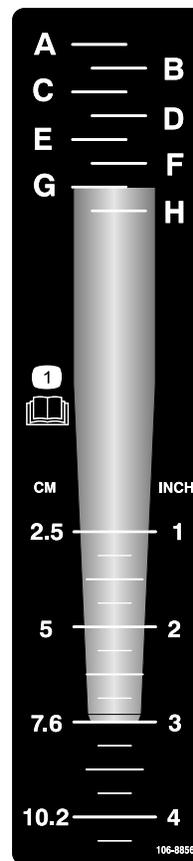

Рисунок 22
1. Положите зуб на наклейку глубины, расположив конец зуба на линии с требуемой глубиной аэрации, как показано на Рисунок 22.
с монтажным концом зуба (Рисунок 22).